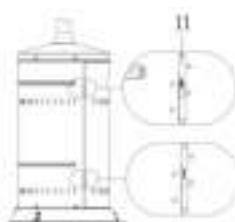

Abb. 2
Befestigen Sie den inneren Gashahn (16) am Hauptbrenner (Siehe Abb. 2).